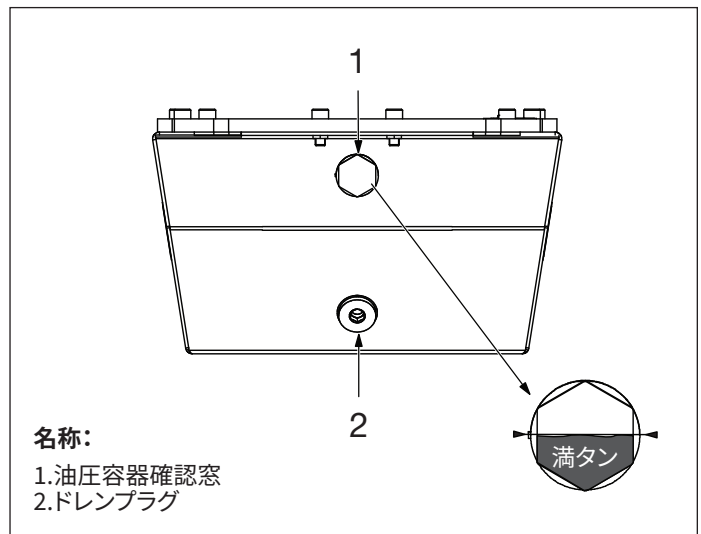

図10: 油圧容器
5. 油圧容器確認窓を覗いて、オイル量を目視で確認します。オイル量が確認窓の上端と下端のほぼ中間にあれば、容器は満タンです。図10を参照してください。
容器の適切なドレンと再充填のために、以下に記載されている手順でオイルを交換してください。図10を参照してください。
5. 油圧容器のドレンプラグの下側に、適切なパンまたは適切な容量の容器を置きます。図10を参照してください。